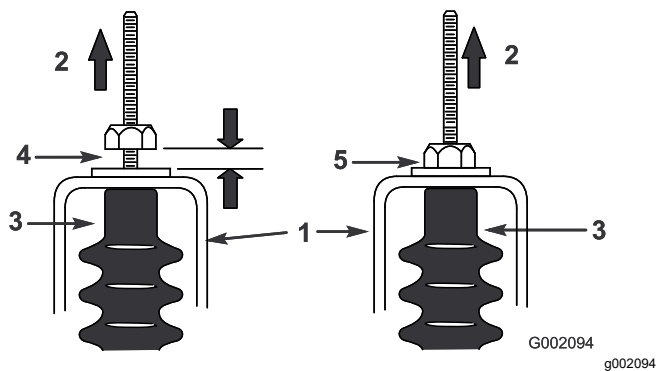

Figure 47
- Tirez sur chaque câble d'inverseur et vérifiez qu'un espace de 0,76 à 1,52 mm (0,03 à 0,06 po) existe entre l'écrou/la rondelle et la patte de réglage du point mort (Figure 47).